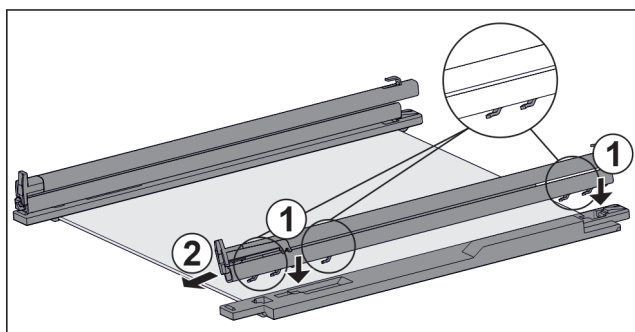

Fig. 114 Glasplaat met rails en vasthouddelen
- Haken van de rail op de openingen van het **linker** vasthoudddeel plaatsen. Fig. 114 (1)
- Rail naar voren trekken. Fig. 114 (2)
- Haken van de rail op de openingen van het **rechter** vasthoudddeel plaatsen. Fig. 114 (1)